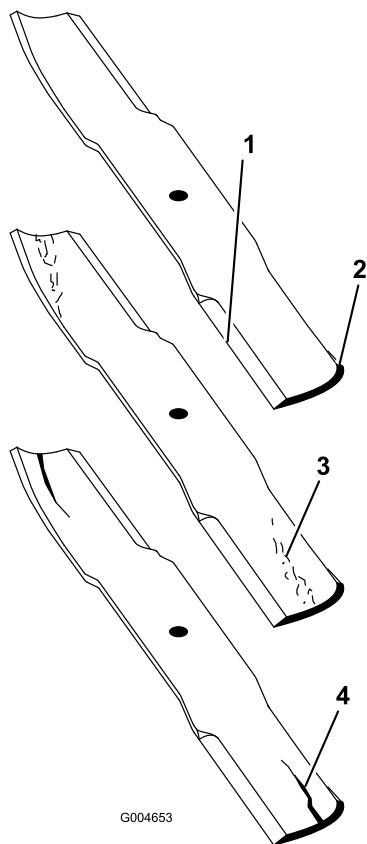

Figure 92
2. Examinez attentivement les tranchants de la lame, particulièrement au point de rencontre des parties plane et incurvée (Figure 92). Le sable et les matières abrasives peuvent éroder le métal à cet endroit, c'est pourquoi il est important de contrôler l'état de la lame avant d'utiliser la tondeuse. Remplacez la lame si elle vous semble usée (Figure 92).
Si la lame est trop usée, une entaille se forme entre la partie incurvée et la partie plane (Figure 92). La lame risque alors de se briser et un morceau peut alors être projeté du dessous de la machine, vous blessant gravement ou une personne à proximité.